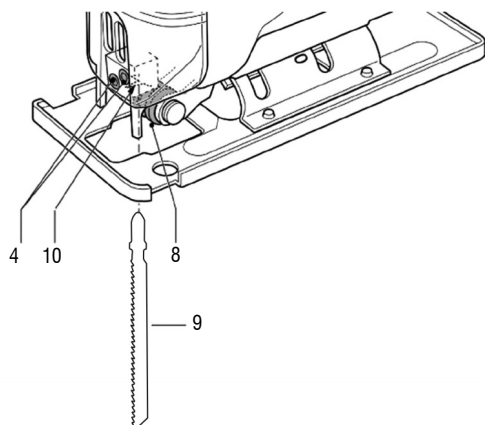

Fig. 2 – Instalação e extração da lâmina de serra
chave allen para apertar o parafuso trava da lâmina. Ao introduzir a lâmina da serra, deverá observar que a parte posterior da lâmina de serra deve ser encaixada na ranhura da polia de guia (8), Fig. 2.